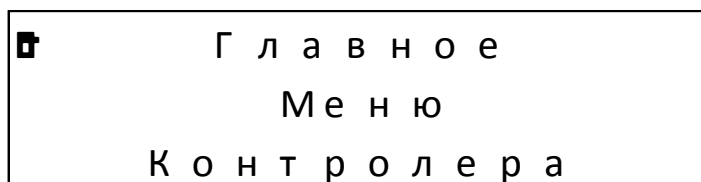

Рисунок 5.1.1 - Заставка Главного меню контролера
5.5 Заставка **Главное меню контролера** (рисунок 5.1.1).